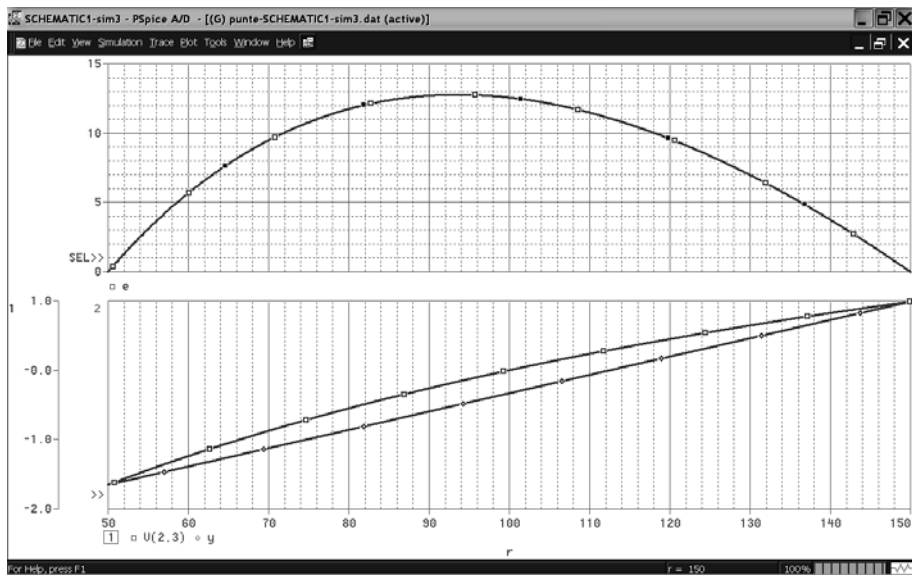

Figura 5.14
- b. În *Probe* selectați *Plot-Add Plot to Window*, apoi *Trace-Add Trace* și tastați  $e$ . Veți obține figura 5.14, în care cele două curbe sunt în ecrane separate.